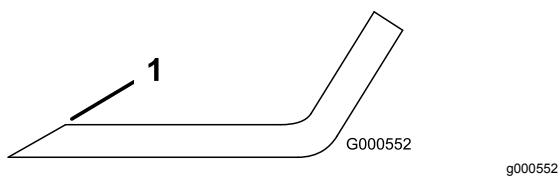

Figura 81
1. Utilice una lima para afilar el filo de corte en ambos extremos de la cuchilla (Figura 81).
**Nota:** Si la cuchilla no está equilibrada, rebaje algo el metal en la parte de la vela solamente (Figura 81).